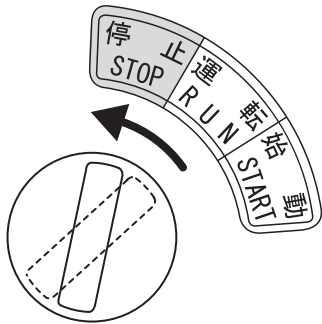

図 40
1. スロットルレバーが低速（アイドリング）の位置であることを確認して、キースイッチを「停止」にします。（図40）